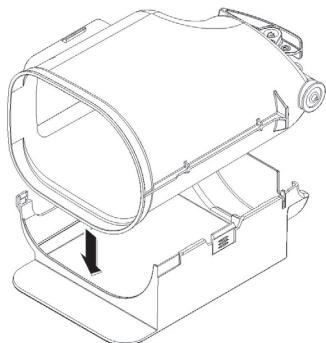

figura 15
- 1** Adagiare la parte destra del recover su un piano. Posizionare il contenitore al suo interno.(vedere figura 15).